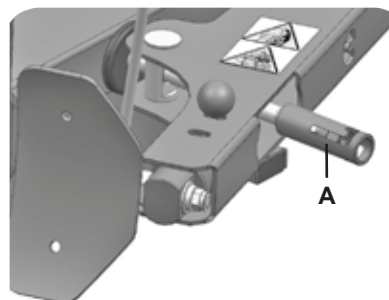

ABB. 21
Bei extrem breiten Rädern (über 350 mm) den Anschlag (A) in die unterste Position links positionieren (Abb. 21)